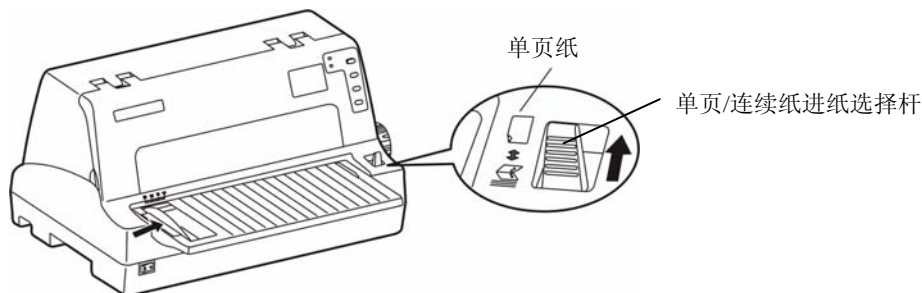

图 3-1 设定单页/连续纸进纸选择杆位置（单页纸）
- 设定单页/连续纸进纸选择杆于单页打印方式状态（如图 3-1 所示）。